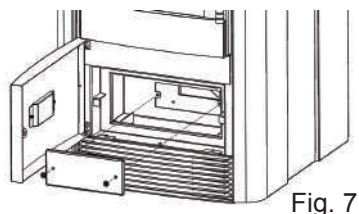

Fig. 7
- Estrarre il cassetto raccogli-cenere e svitare i dadi esagonali (chiave da 10) del tappo d'ispezione; (Fig. 7)